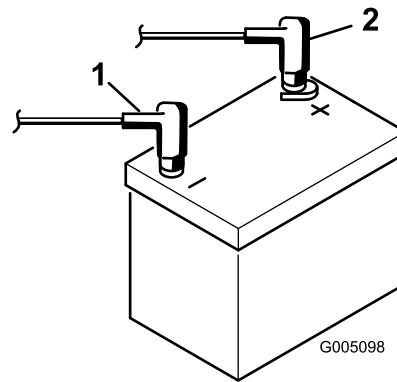

Bild 7
9. Schließen Sie zuerst das Pluskabel (Rot) am Pluspol (+) des Akkus und dann das Minuskabel (Schwarz) am Minuspol (-) des Akkus an; befestigen Sie sie mit den Schrauben und Muttern (Bild 7). Ziehen Sie die Gummimuffe über den Pluspol, um Kurzschlüsse vorzubeugen.